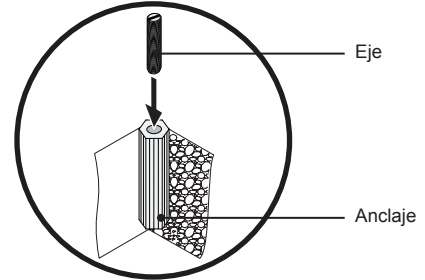

Figura 4. Perforación del agujero Marcos
- 5 Pase el eje en el ancla. Si es necesario, tal vez utilizar un destornillador. Deje  $\frac{3}{8}$ " del eje expuesta (Figura 4).